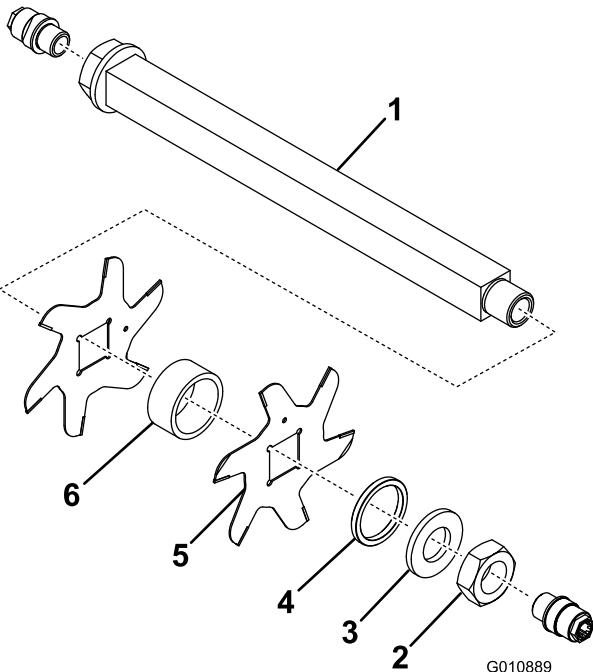

Figura 13
3. Retire o espaçador pequeno, a anilha, as lâminas e os espaçadores grandes. Limpe e lubrifique o eixo quadrado com uma leve camada de massa para facilitar a montagem (Figura 13).